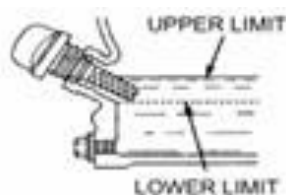

Abb. 1.1 Motorölmessstab
- Bei niedrigem Ölstand (Abb. 1.1) empfohlenes Öl (Tabelle 3) bis zum unteren Rand des Öleinfüllstutzens nachfüllen.